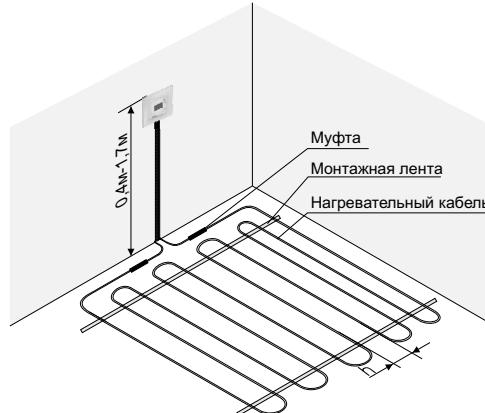

Рисунок 1. Монтаж терморегулятора и системы теплый пол
- закрепить терморегулятор в монтажной коробке. Для чего снять лицевую рамку поддев с боку отверткой, вставленной в паз (рис.1), поместить терморегулятор в монтажную коробку и закрутить монтажные винты. Клеммы терморегулятора рассчитаны на провод сечением не более 2,5 мм.кв.. Для уменьшения механической нагрузки на клеммы желательно использовать мягкий провод, например, провод типа ПВС. Провода затягиваются в клеммы при помощи отвертки с шириной жала не более 3 мм. Отвертка с жалом шириной более 3 мм может нанести механические повреждения клеммам. Это может повлечь потерю права на гарантийное обслуживание.